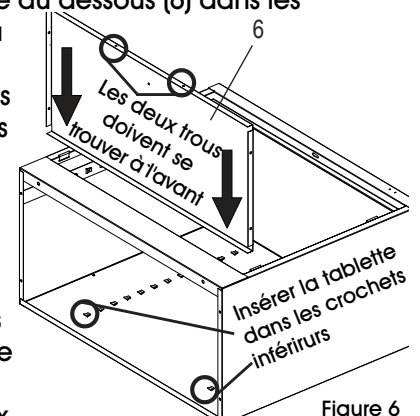

Figure 6
6. Placez la bride arrière du dessous (6) dans les crochets inférieurs du panneau arrière. La bride avec deux trous doit être orientée vers l'avant, et elle doit reposer sur le seuil de cadre. Insérez les boulons à travers le dessous et le seuil de cadre, la tête des boulons orientée face au devant de l'unité. Fixez à l'aide de deux écrous. (Voir Figure 6)